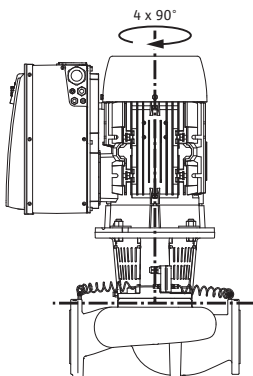

Rys. 18: Dopuszczalne pozycje montażowe z poziomym wałem silnika
Dopuszczalne pozycje montażowe z poziomym wałem silnika i modułem elektronicznym skierowanym w górę (0°) są przedstawione na rys. 18. Nie przedstawiono dopuszczalnych pozycji montażowych z modułem elektronicznym zamontowanym z boku ($\pm 90^\circ$). Dozwolone jest każde położenie montażowe, z wyjątkiem montażu „moduł elektroniczny skierowany w dół” (-180°). Odpowietrzanie pompy jest zapewnione tylko wtedy, gdy zawór odpowietrzający jest skierowany w górę (rys. 18, poz. 1).
Tylko w tej pozycji (0°) spływający kondensat może być odprowadzany przez odpowiedni otwór, latarnię pompy oraz silnik (rys. 18, poz. 2).
- Zawór odpowietrzający na latarni (rys. 6, poz. 1.31) przy poziomym wale silnika musi być zawsze skierowany do góry (rys. 6). Przy pionowym wale silnika dozwolona jest każda orientacja. Patrz także Rys. 18: „Dopuszczalne pozycje montażowe z poziomym wałem silnika” na stronie 136 lub Rys. 19: „Dozwolone położenia montażowe z pionowym wałem silnika” na stronie 136.
- Przy poziomym wale silnika otwór na kondensat musi być skierowany w dół (rys. 18, poz. 2). W razie potrzeby odpowiednio obrócić silnik.